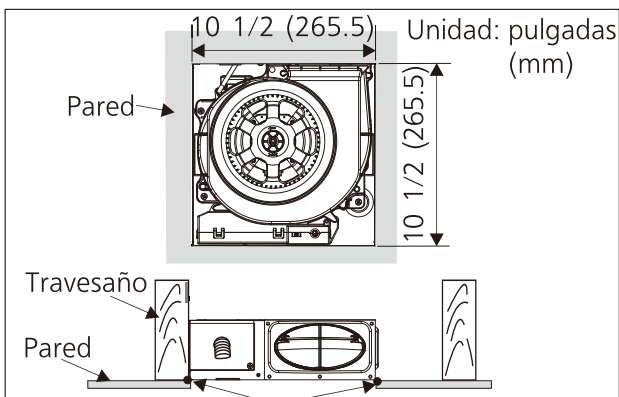

Fig.11
4. Acabado del trabajo de pared. El agujero de la pared debe estar alineado con el borde interior de la brida. (Fig.11)